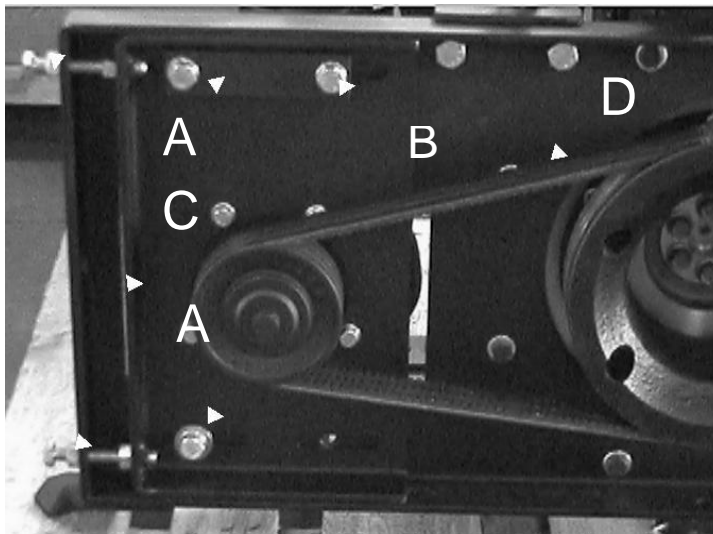

Fig. 26
Pentru a modifica tensiunea curelei procedați după cum urmează (Fig. 26).
- Slăbiți cele trei șuruburi (partea B fig.26).
- Prin strângerea piulițelor (partea A fig. 26), suportul compresorului și scripetele aferent compresorului tinde să se distanțeze de motorul scripetelui; această mișcare tinde să strângă centurile.
- Prin slăbirea piulițelor (partea. A fig. 26) scripetele compresorului tinde să se apropie de scripetele motorului, slăbind astfel curelele. Dacă acest lucru nu se întâmplă după slăbirea piulițelor va fi necesar să ajutați suportul compresorului folosind un element de pârghie
2. Slăbiți șuruburile (partea. B fig.26)
3. Slăbiți piulițele de reglare a tensiunii curelei (partea. A fig. 26)
4. Folosind o pârghie împingeți suportul compresorului (partea. C fig. 26) către motorul scripetelui până când acestea pot fi ușor scoase din canelurile scripetelui. În cazul în care îndepărtarea este încă dificilă, slăbiți un pic mai mult piulițele de reglare (partea. A fig. 26)
5. Extrageți curelele de transmisie (partea. D fig.26)